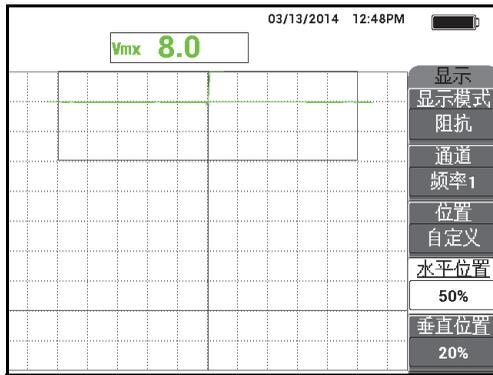

图 5-88 使用水平位置创建一个水平标记
9. 按显示菜单键 (  ), 然后在使探头按压 3 张名片时, 将水平位置 (功能键 D) 先调节为 0 %, 然后上调到 100 %, 然后再调节到 50 %。一个水平标记被创建 (参见第 177 页的图 5-88)。